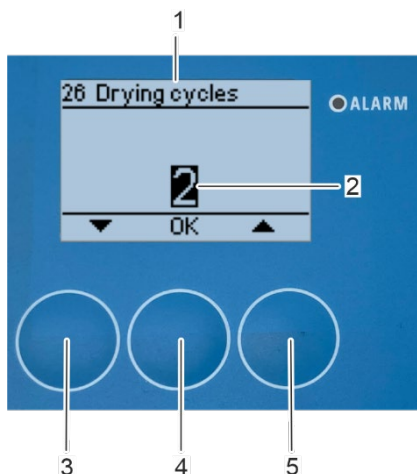

Abbildung 136: Einstellung der Trocknungszyklen
⇒ Das Untermenü „26 Trocknungszyklen“ erscheint auf dem Bildschirm (Abbildung 136/1).
3. Wählen Sie dem bevorzugten Trocknungszyklus (Abbildung 136/2) mit den Pfeiltasten [nach oben] (Abbildung 136/5) und [nach unten] (Abbildung 136/3) aus.
4. Bestätigen Sie die Auswahl mit [OK] (Abbildung 136/4).